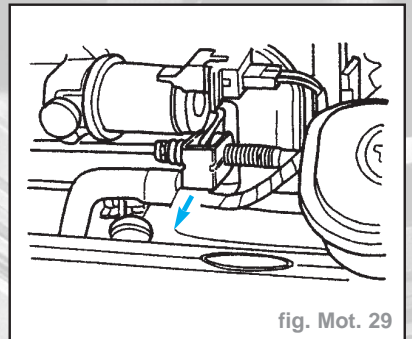

fig. Mot. 29
- Déposer l'attache de réglage du câble d'accélérateur (fig. Mot. 29).